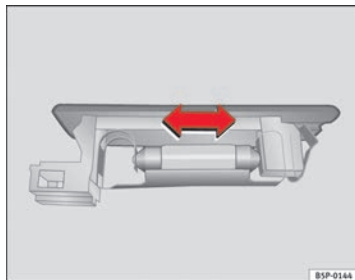

Abb. 150 Gepäckraumbeleuchtung
- Die Lampe zur Seite drücken und aus ihrer Halterung herausnehmen ⇒ Abb. 150. ■